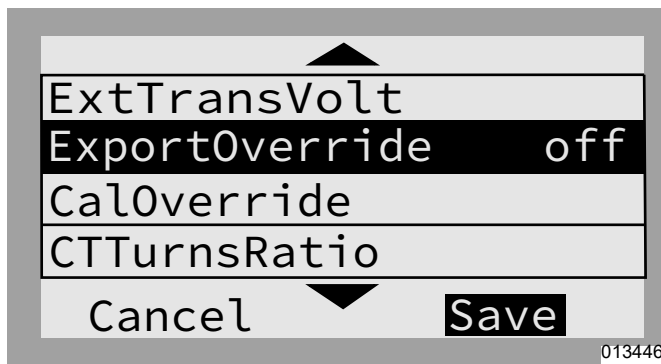

Figura 7-4. Menú Mod Settings
5. Consulte la Figura 7-4. Use la tecla de flecha hacia abajo para desplazarse a “Export Override” (Anulación de exportación) y seleccione con el botón central.